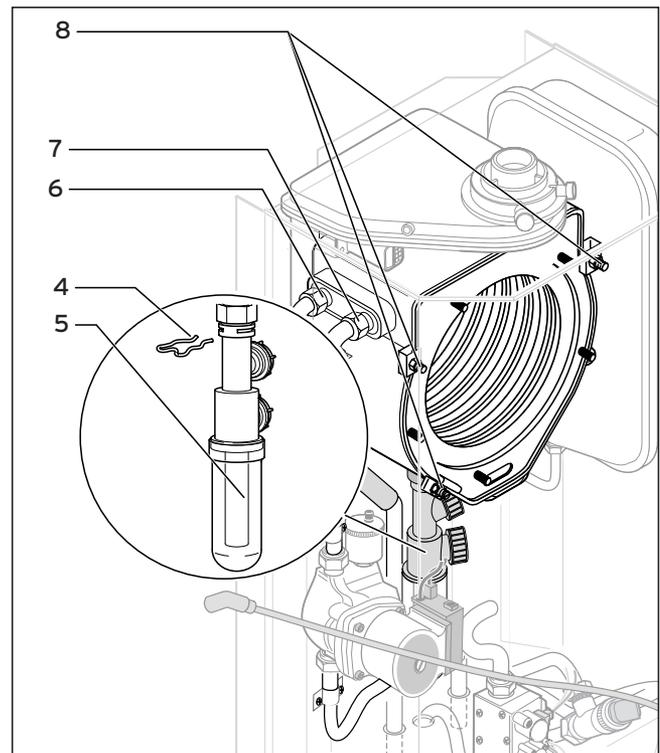

Abb. 8.8 Integral-Kondensations-Wärmetauscher austauschen
- Ziehen Sie die Klammer (4, Abb. 8.8) am Siphon (5, Abb. 8.8) heraus, lösen Sie die Verschraubungen am Siphon und ziehen Sie den Siphon vom Integral-Kondensations-Wärmetauscher ab.
- Lösen Sie den Vorlaufanschluss (7, Abb. 8.8) sowie den Rücklaufanschluss (6, Abb. 8.8) am Integral-Kondensations-Wärmetauscher.
- Lösen Sie die drei Schrauben (8, Abb. 8.8) am Integral-Kondensations-Wärmetauscher, und nehmen Sie den Integral-Kondensations-Wärmetauscher aus dem Gerät heraus.